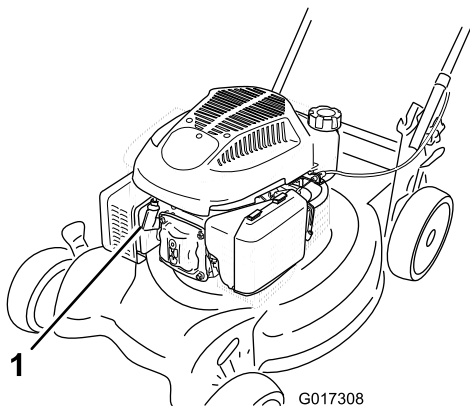

Figura 24
2. Desconecte el cable de la bujía (Figura 24) antes de realizar cualquier procedimiento de mantenimiento.